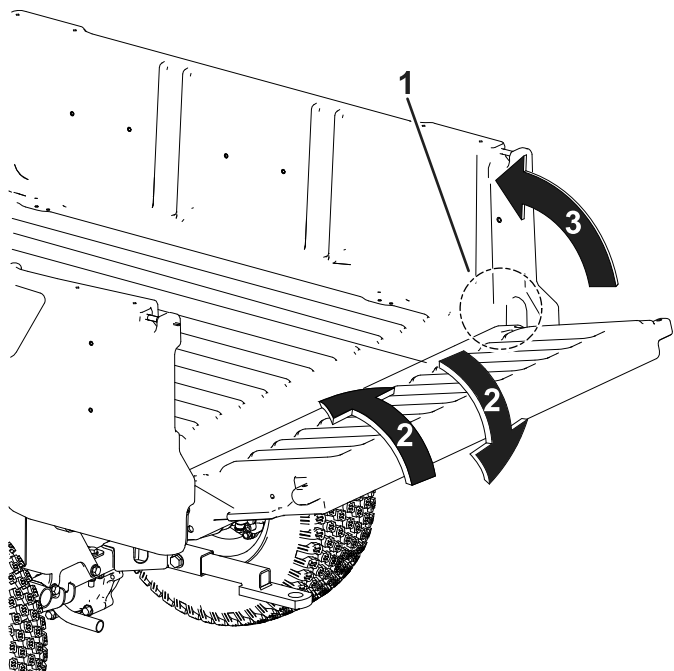

図 21
2. テールゲートを 45°程度の角度にする 図 21。
3. この位置から、テールゲートを小刻みに前後に振るように数回往復させる 図 21。